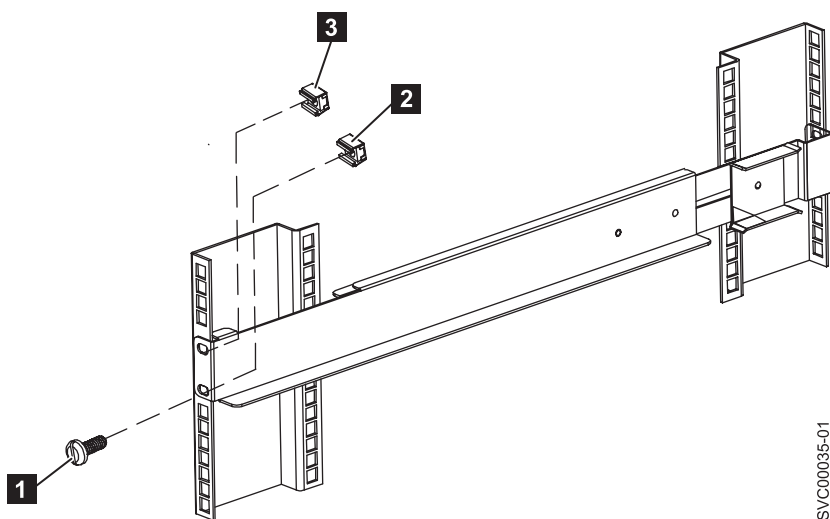

図 351. 2145 UPS-1U の前部レール取り外し
3. レールの上部穴 (図 351 の **3**) からクリップ・ナットを取り外します。